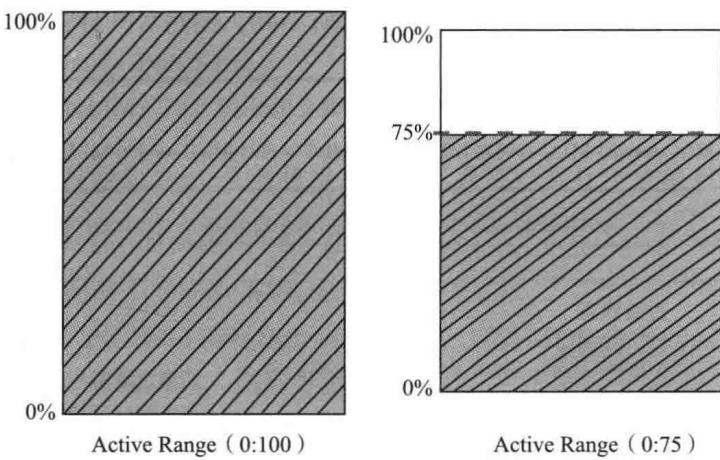

图 7-28 SSD 性能测试有效测试范围
- 3) Active Range：测试过程中对盘上 LBA 发送 IO 命令的范围，如图 7-28 所示。